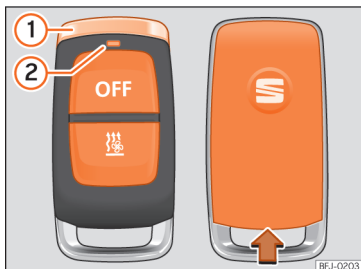

Abb. 96 Standheizung: mit Funkfernbedienung
Die LED der Funkfernbedienung **»» (Abb. 96) ②** zeigt dem Nutzer nach einem Tastendruck verschiedene Zustände an:
- Funkfernbedienung mit dem verchromten Stift **»» (Abb. 96) ①** senkrecht nach oben halten.
- Geeignetes Werkzeug, z. B. Schraubendreher, in Pfeilrichtung in die Aussparung des Gehäuses der Funkfernbedienung stecken **»» (Abb. 96).**
- Abdeckung entgegen der Pfeilrichtung schieben, bis sie einrastet >>> **[Abb. 96]**.